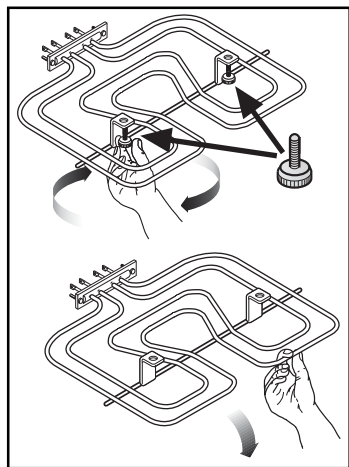

Fig. 8
- Dévissez les vis moletées (Fig. 8). La première fois que vous faites cette opération, nous vous recommandons d'utiliser un tournevis.